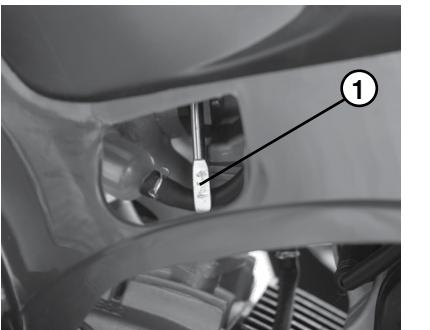

Рис.8 Рычажок пускового обогатителя
**Рычажок пускового обогатителя (рис. 8 поз.1)**
Перед запуском холодного двигателя поверните рычажок пускового обогатителя (рис. 8, поз. 1) в верхнее положение, затем вставьте ключ в замок зажигания, поверните его по часовой стрелке в положение и нажмите на рычаг тормоза задних колес. Удерживая рычаг тормоза нажатым, нажмите на кнопку пуска двигателя (электростартера) .
Продолжая удерживать рычаг тормоза нажатым, или установив мотовездеход на стояночный тормоз, прогрейте двигатель до тех пор, пока он не будет устойчиво работать на холостых оборотах и быстро, без «провалов» набирать обороты при повороте рычага привода дросселя. В процессе прогрева переведите рычажок пускового обогатителя (рис. 8,поз. 1) в исходное положение.